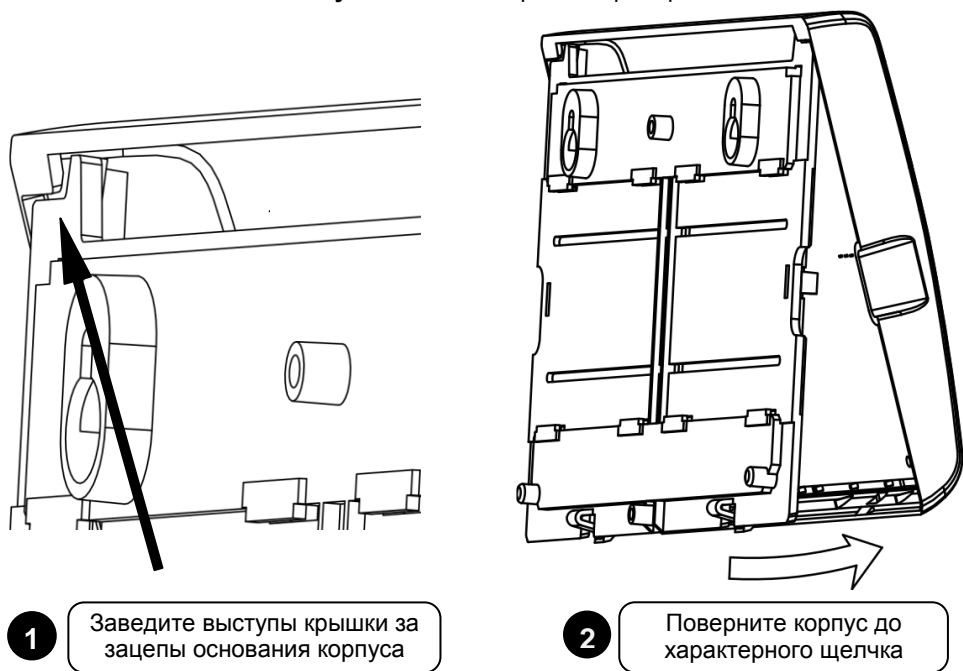

Рисунок 3. Установка крышки прибора
- 4.5 Закройте крышку прибора в порядке, указанном на рис. 3.